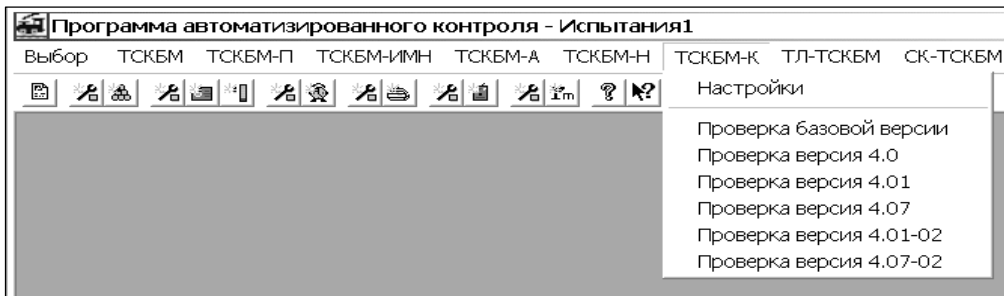

Рисунок 2.37 - Меню **Испытания \ ТСКБМ-К**
- 2) В меню Испытания программы Board откройте пункт **ТСКБМ-К \ Проверка**, см. рисунок 2.37.